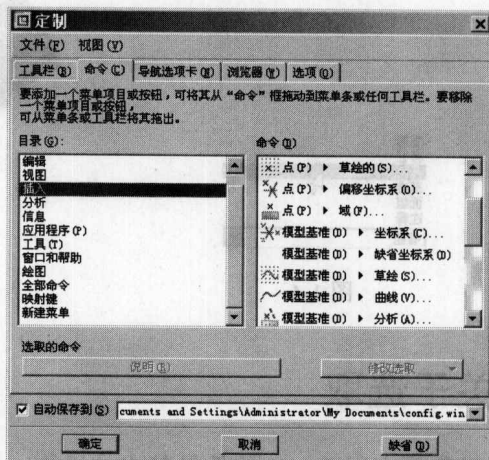

图 1-8
- 单击“工具箱”快捷菜单中的【命令】选项，打开如图 1-8 所示的【定制】对话框。使用【定制】对话框中的【命令】选项卡，可以添加或删除菜单项目和按钮。